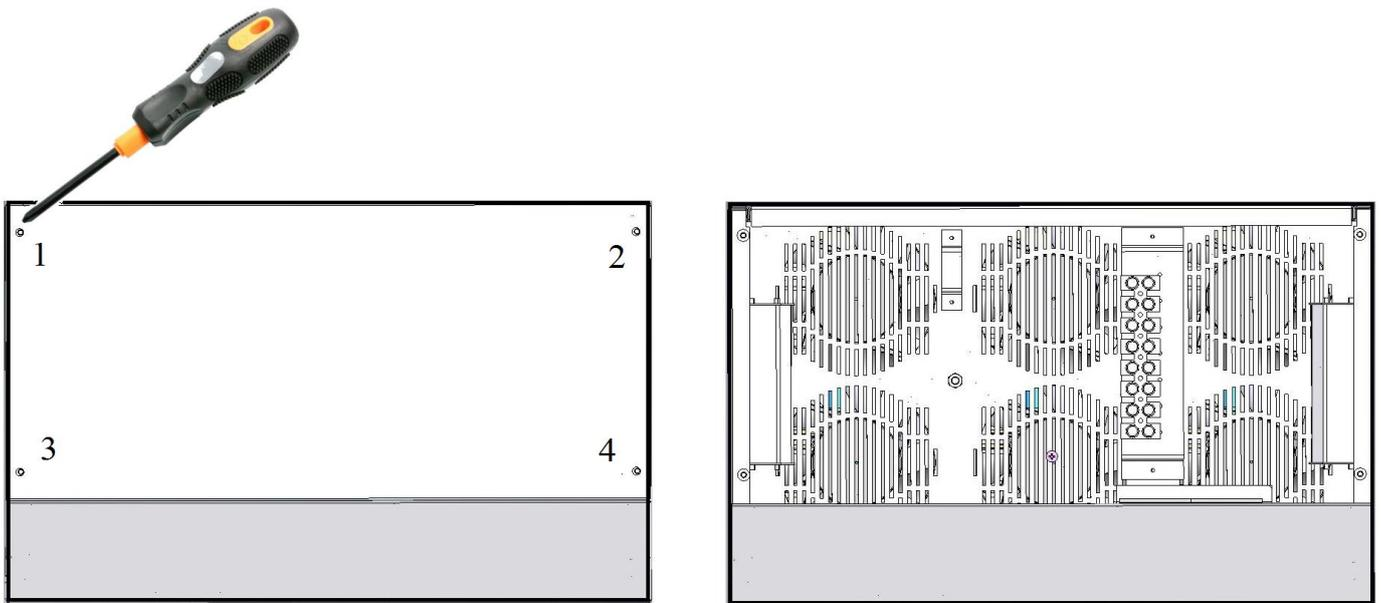

Рисунок 7. Схема зняття захисної кришки зверху корпусу стабілізатора
2. За допомогою викрутки відкрутити 4 гвинти захисної кришки з верхньої частини стабілізатора для доступу до клемної колодки ( див. рисунок 7 ).